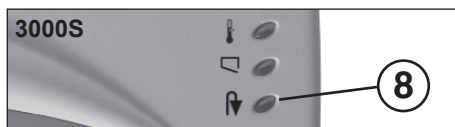

fig. 1
„Disponibilidad de servicio“ (fig. 1)
2 = Conmutador basculante (fig. 1)
„Atasco de material“ (fig. 1)
“Sobrecarga del motor” (fig. 1)
7 = Indicación de control „Falta recipiente“ (fig. 1)
8 = Indicación de control (fig. 1)
- Poner en marcha la máquina pulsando el pulsador (1) (fig. 1). La indicación de control (4) (fig. 1) se enciende.
Nota: Para la destrucción de láminas transparentes se tiene que conmutar la máquina manualmente a la marcha de avance (conmutar el conmutador basculante (1) (fig. 1) a la posición „↑“).
Una vez lleno el recipiente de recogida, se desconecta la máquina. La indicación de control (8) (fig. 1) se enciende.
- Retirar por delante el recipiente de recogida y vaciar su contenido en el lugar previsto para ello. El indicador de control (7) (Fig. 1) se enciende.
Observe que el aparato esté siempre desconectado durante la noche (accionar el pulsador (1) (fig. 1)).